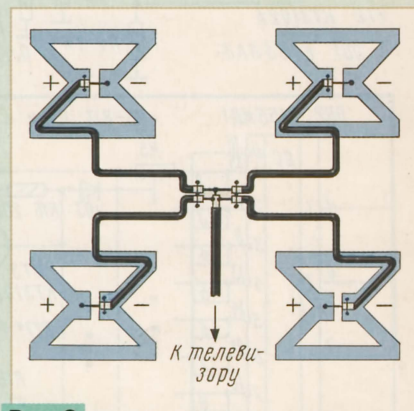

Рис. 2
Если уровень сигнала в месте приема мал, его можно увеличить, объединив несколько (N) антенн в простейшую антенную решетку. Например, для четырех антенн (N=4) это изображено на рис. 2. Такие соединения особенно удобны для антенн с